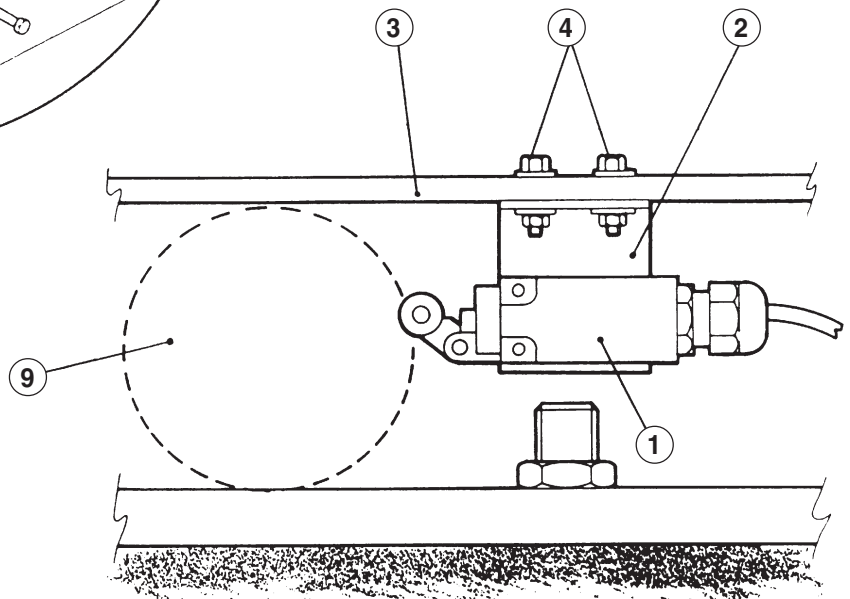

Fig.19
### Rif. fig. 19
- Verificare il livello dell'olio nella centralina: l'olio deve essere al massimo con le pedane a terra (vedi fig. 19).
### Ref. fig. 19
- Check the oil level in the control unit: it must be at maximum level with platforms on the ground (see fig. 19).
### Zu Abb. 19
### Réf. fig. 19
- Vérifier le niveau de l'huile dans la centrale qui doit être au maximum avec les chemins de roulement sont au niveau du sol (voir fig. 19).
- Controlar el nivel de aceite en la centralita: el aceite tiene que estar al máximo con las plataformas en el pavimento (ver fig. 19).
Fahrschienen nahezu bis zum Stopfen reichen (Siehe Abb. 19).